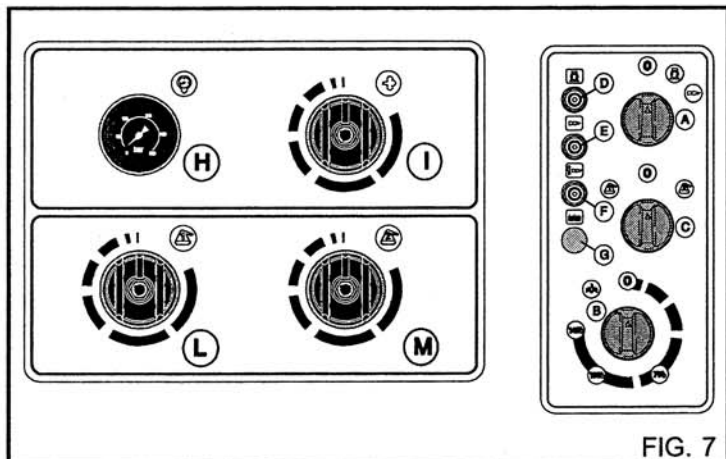

FIG. 7
Girar el botón del termostato "B" (fig. 7) hasta la posición vapor (140°C - 284°F), se obtendrá de este modo un aumento de la temperatura del agua en salida.
Al finalizar a utilización de la "Fase Vapor", girar el botón del termostato "B" hasta la posición "0" (fig. 7), dejar enfriar el aparato durante unos 3 minutos con la pistola abierta.
- 2) Accione la hidrolimpiadora, seleccione con el selector C) fig. 7 el tipo de producto que se debe utilizar ("1" ó "2"), abra el grifo del detergente deseado ref. L) para el producto n°1" o ref. M) para el producto "2" (fig. 7) girando el grifo hacia la izquierda.
- 3) Coloque el selector del producto detergente C) fig. 7 en la pos. "0". Cierre los grifos de regulación, girando los grifos hacia la derecha.